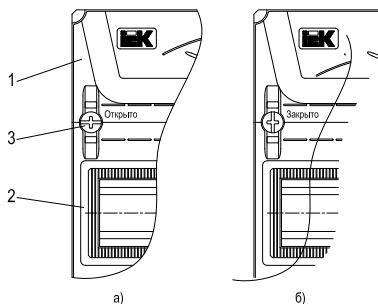

Рисунок 5 – Оперативная панель
клипсы должен встать параллельно DIN-рейке), при этом панель отщелкнется со стоек и её можно снять (рисунок 5а). Торцевым гаечным ключом на 10 мм открутить гайки и демонтировать из оболочки монтажную раму.
6.6 Установить оперативную панель. Для этого повернуть крепёжные клипсы таким образом, чтобы шлиц на головке встал перпендикулярно DIN-рейке и надавить на них, при этом панель защелкнется в стойке (рисунок 5б).